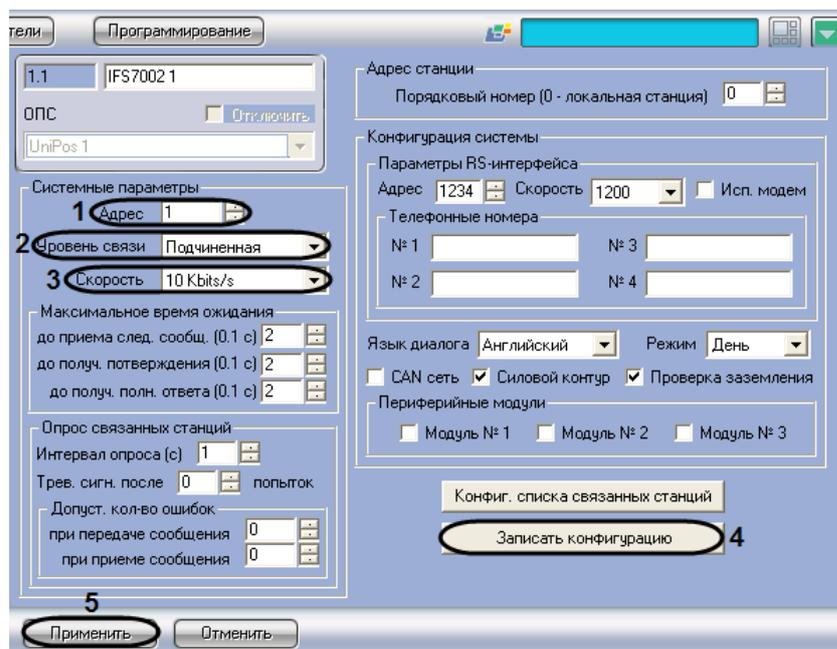

Рис. 3.3-4 Задание системных параметров станции IFS7002
1. Перейти на панель настройки объекта **IFS7002** (см. Рис. 3.3-4).
2. В поле со списком **Адрес** ввести адрес станции в CAN-сети (см. Рис. 3.3-4, 1).
3. Из раскрывающегося списка **Уровень связи** выбрать приоритетный коммуникационный уровень станции в CAN-сети *ОПС Unipos* (см. Рис. 3.3-4, 2).
4. Из раскрывающегося списка **Скорость** выбрать скорость передачи данных в CAN-сети станции (см. Рис. 3.3-4, 3).
5. Для применения настроек на станции нажать кнопку **Записать конфигурацию** (см. Рис. 3.3-4, 4)
6. Для сохранения настроек во внутренней базе данных ПК *Интеллект* нажать кнопку **Применить** (см. Рис. 3.3-4, 5).